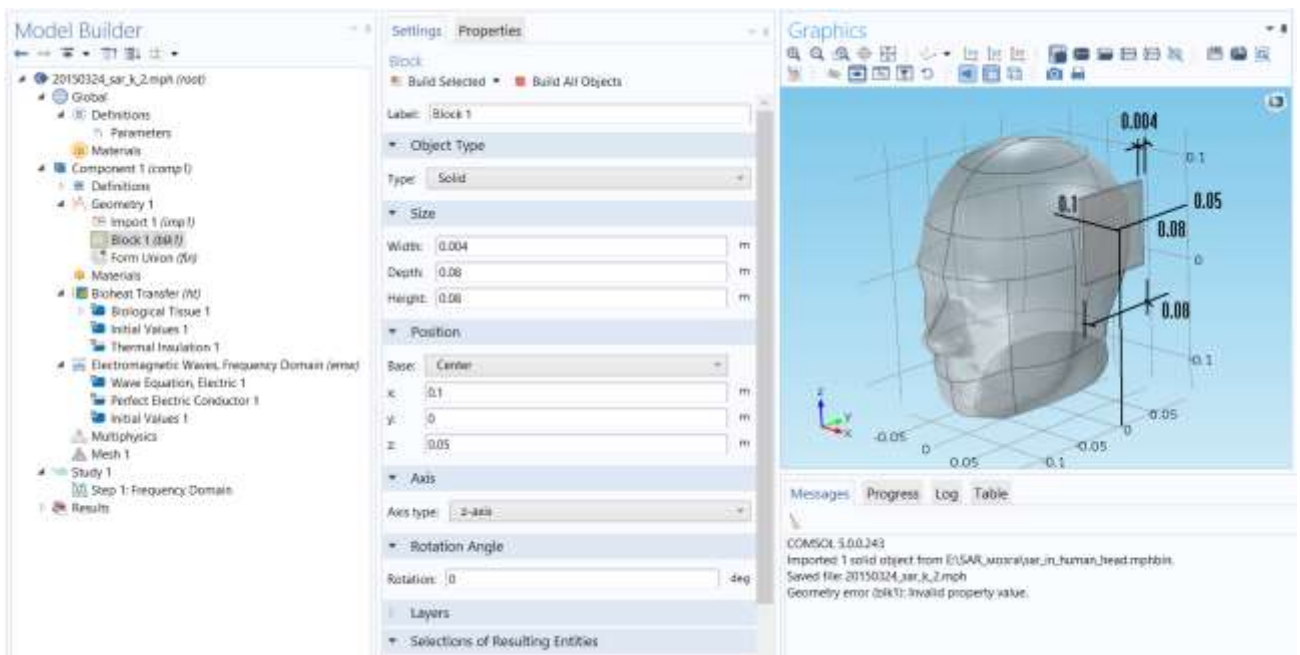

Рис. 11.6. Черчение подложки пач-антенны, расположенной вблизи головы
9. Нажмите кнопку **Build All Objects**. Будет начерчена подложка пач - антенны (рис. 11.6).